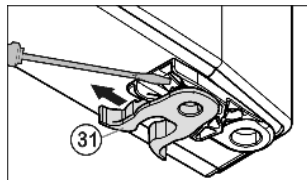

Fig. 7
- Pružinovou svorku *Fig. 7 (31)* přesadit: Stisknout zarážku pro uchycení, přesto stáhněte pružinovou svorku.